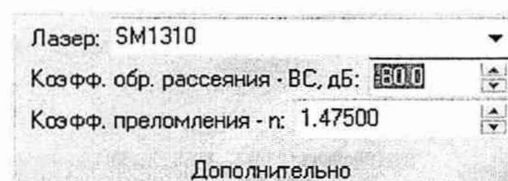

Рисунок 9
Нажать на секцию **Дополнительно** и установить для каждой длины волны значение коэффициента преломления 1,475 – см. рисунок 9.
14) При поверке рефлектометра на две или три длины волны, действия по перечислениям 4) - 13) выполнить для наименьшей длины волны многомодового рефлектометра и для наименьшей длины волны одномодового рефлектометра. Для остальных длин волн абсолютную погрешность измерения расстояния по описанной выше методике определять только для наименьшего диапазона измерения расстояний, указанного в таблице 3. При этом в программе рефлектометра для каждой длины волны необходимо установить значение показателя преломления 1,475 (см. перечисление 3 и рисунок 9).